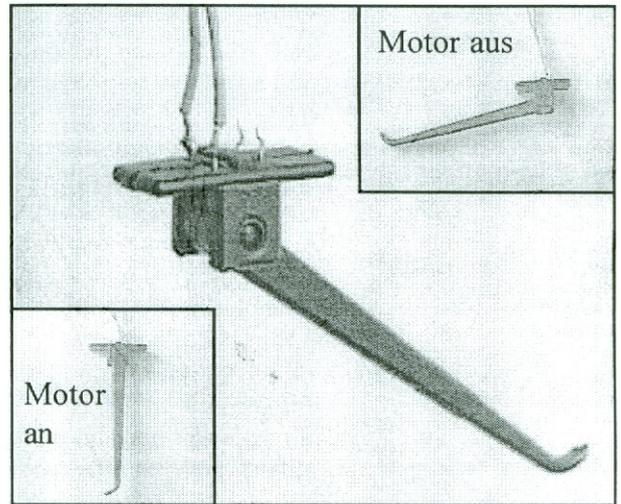

Abbildung 2 (Speedschalter)
4. Löten Sie die beiden übrigen Kabel an den Kontakten des Speedschalters fest (siehe Abbildung 2).